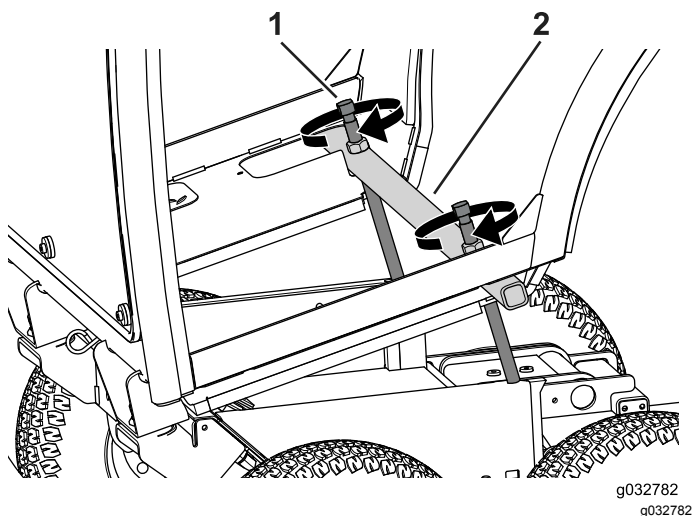

Figure 67
2. Positionnez la barre de levage transversalement sur le cadre de la cabine (Figure 67).
3. Tournez alternativement chaque vis de levage de quelques tours à la fois jusqu'à ce que la cabine pivote vers l'avant (Figure 67).